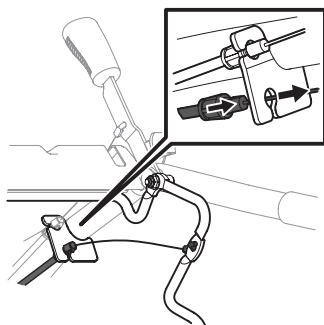

Figura 8
3. Encaje la lengüeta del cable en su lugar en el orificio inferior del soporte del cable de la manija. Consulte la Figura 8.